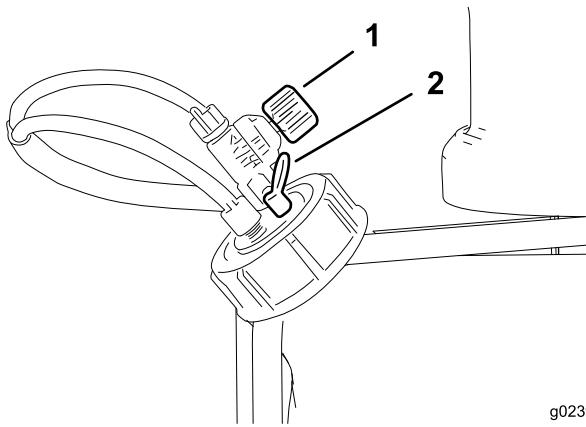

图 32
加流量将使滴出的泡沫更大且更为频密减少流量使滴出的泡沫较小且较为疏落 图 32。
- 泄压阀——向外拉水箱盖上的红色拉环释放水箱中的压力 图 32。